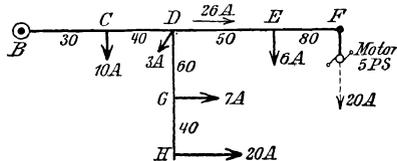

Abb. 267. Verteilungsleitung mit Stichleitung zu Aufgabe 330.
330. Einer Verteilungsleitung wird im Punkt B Strom zugeführt, der in den Punkten C, D, E, F in der in Abb. 267 eingezeichneten Stärke entnommen wird. Außerdem zweigt in D die Verteilungsleitung \overline{DH} , auch Stichleitung genannt, mit ihren Stromabnahmestellen G und H ab. Welchen Querschnitt erhalten die beiden Leitungen \overline{BF} und \overline{DH} , wenn die Netzspannung 225 V und der Spannungsverlust $\delta_{\max} = 6 \text{ V}$ beträgt.
was in Abb. 267 bei F angeschrieben steht. Mit diesen Werten wird nach (IV)